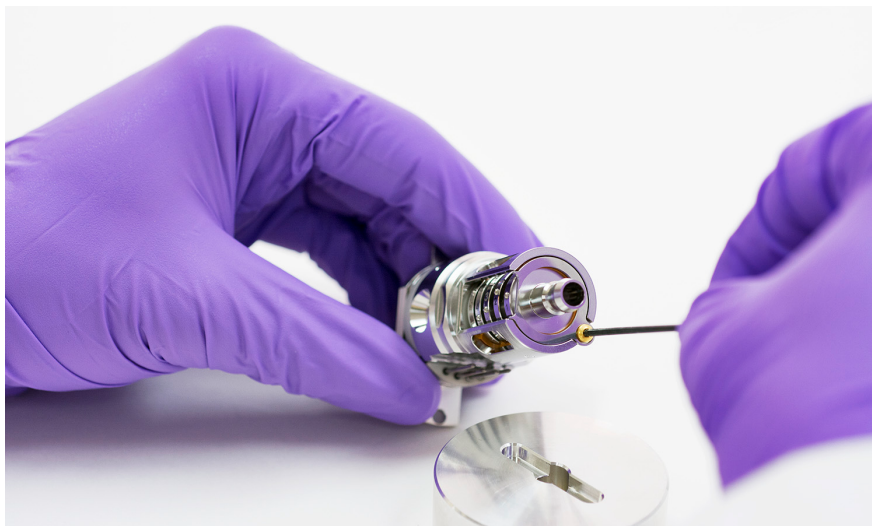

Рис. 54 Крепление изоляционного запорного кольца и винта линз
- 4 Отверткой торкс Т6 установите и закрепите золоченый винт и изоляционное запорное кольцо, удерживающее блок линз. (См. **Рис. 54** на стр. 178.)